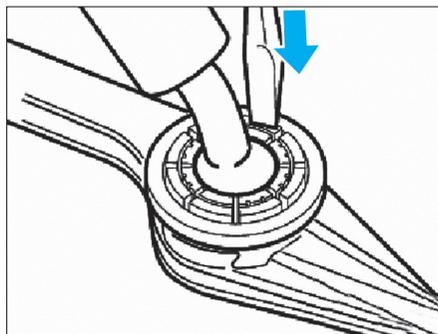

Fig. 20
- Graisser la rotule du levier de commande. Mettre en place l'articulation sur le pot du bras de commande. Ajuster les pions de maintien de l'articulation par rapport aux découpes du pot (perpendiculairement au sens du déplacement). Enfoncer le bras de commande avec l'articulation de haut en bas jusqu'à ce que l'articulation s'emboîte de façon franche et audible (utiliser au besoin un outil) (Fig.20).